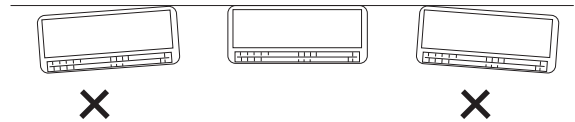

Abb. 3-3
(2) Die Leitungsdurchführungsloch mit einem  $\varnothing 70$  mm Hohlbohrer bohren.
(3) Mit einer Wasserwaage oder einem Messband kontrollieren, dass die Rückwand waagrecht ist. Dies ist für den vorschriftsmäßigen Einbau des Geräts wichtig. (Abb. 3-3)